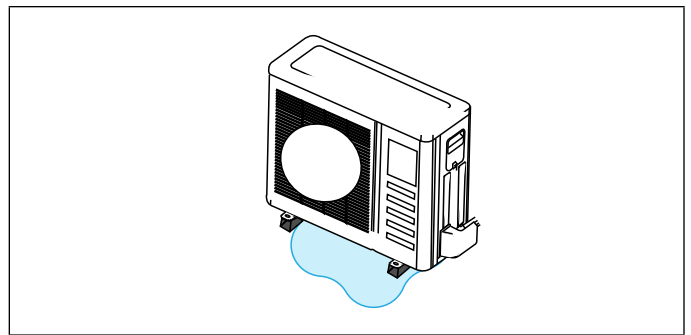

Figure 26. Éviter les dangers causés par le gel de l'eau de dégivrage
- Faire très attention à l'élimination de l'eau de dégivrage pour éviter que la glace empêche l'utilisation des allées ou crée un danger à proximité de l'unité extérieure comme illustré à la « Figure 26. Éviter les dangers causés par le gel de l'eau de dégivrage ».